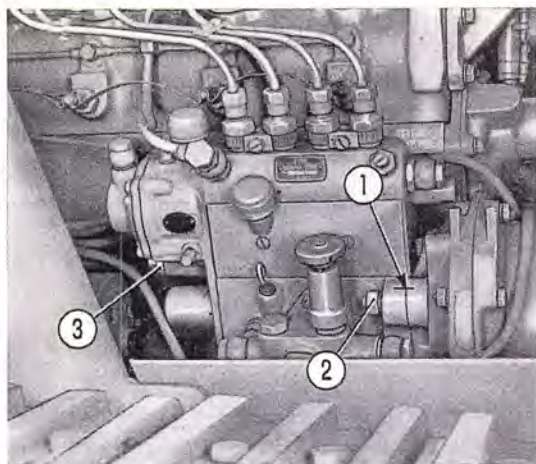

Fig. 33. - Pompe d'injection sur le moteur.
- Bloquer enfin la pompe à l'aide des écrous des goujons, en faisant coïncider les crans de repère prévus sur le bord des flasques comme montré par la fig. 33.
(\*\*) Condition d'essai pour régler la butée de la crémaillère (agir sur la vis de réglage 3, fig. 33).